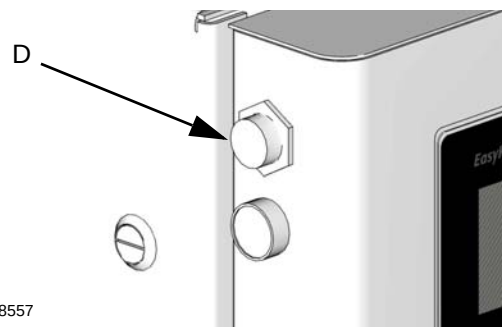
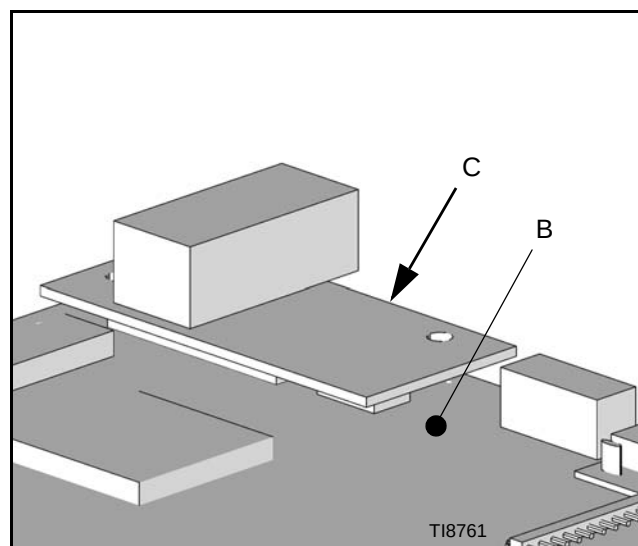
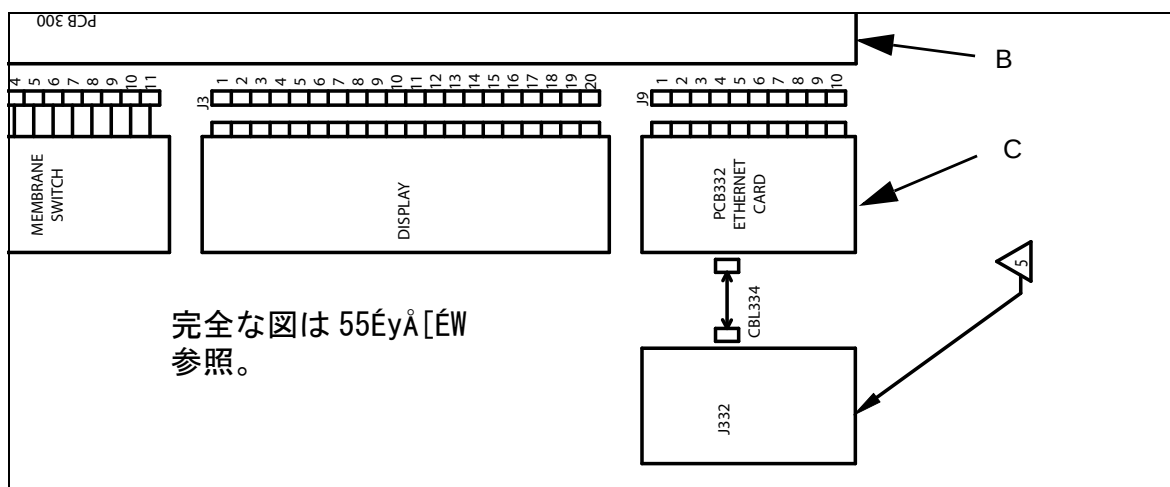

図. 40: RJ45 バルクヘッドコネクタの設置
図 . 42
図 . 43
5. J9 にイーサネットアセンブリ 249183 (C) を差込み RJ45 コネクタが下向きになっている事を確認します。図. 42 および 図. 43 参照。
6. イーサネットアセンブリ 249183 (C) を提供された金属製品を用いて EasyKey Display 249480 (B) に固定して下さい。
7. コントロールパネルの右上の角にあるイーサネット開口部を覆う栓 (D) を外します。図. 40 参照。
9. イーサネットケーブルの一端をイーサネットアセンブリ 249183 (C) に接続して下さい。